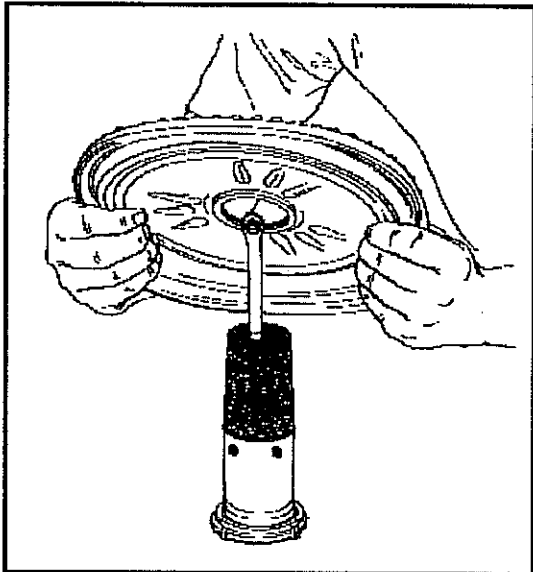

Abb. 9-18 Montage der Sekundärmembran mit Gegenlager
- Arbeitskolben anbringen, wie in Abb. 9-18 gezeigt. Nach unten drücken, bis die Baugruppe am Arbeitskolben anliegt.